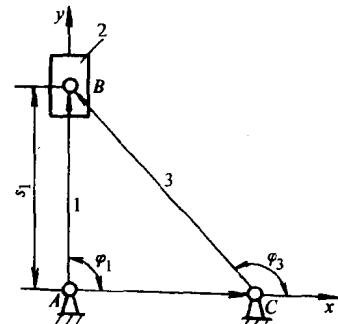

图 12
3. 解 各构件的矢量方向和位置角如图 12 所示。与之对应的矢量方程是 $s_1 = \overline{AC} + \overline{CB}$, 由该方程可得